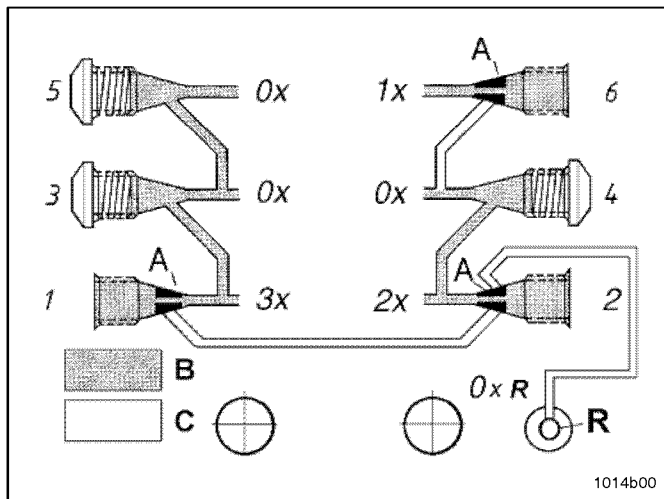
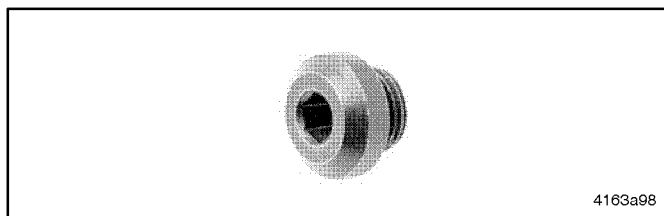

Abb. 1-1 Einfache, doppelte und mehrfache Auslassmenge, (Verteiler hinten montiert)
Abb. 1-2 Verschlusschraube (Bestandteil der Zubehörbausätze)
- Die einfache Fördermenge, ist die Schmierstoffmenge die ein Kolben pro Hub und je Auslassbohrung einer Schmierstelle zuführt. **Sie beträgt ca. 0,2 ccm**, vgl. Auslass 6 (Abb. 1-1).
- Fördermengen lassen sich durch Verschließen von Auslassbohrungen mit Verschlusschrauben (Abb. 1-2), z. B. an Auslass 3 bis 5 (Abb. 1-1) erhöhen. Sie sind Bestandteil der Zubehörbausätze.
- Beispiel siehe Abb. 1-1:
Wird Auslass 2 (Abb. 1-1) an eine Schmierstelle angeschlossen, darf Auslass 1 nicht verschlossen werden, siehe Klemmring A in Auslass 2.
- Die restlichen Auslässe sind für den Anschluss zu den Schmierstellen oder zur Erhöhung der Schmierstoffmenge zu verwenden (vgl. Abb. 1-1).